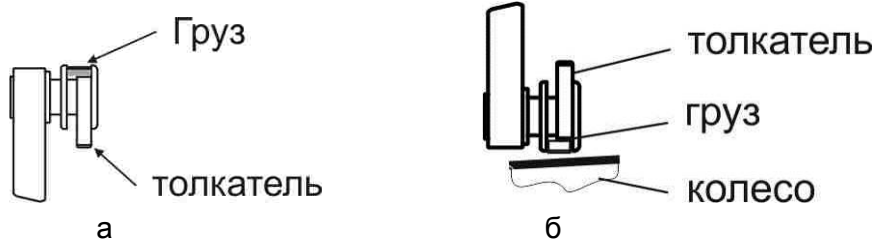

Рисунок 5.19 – Установка груза линейкой
*Повернув линейку в нижнее положение, выдвигать линейку, контролируя положение по шкале на экране, или до появления прерывистого звукового сигнала. Прижать линейку к поверхности колеса, рисунок 5.19 б. Нажав на толкатель, прижать груз к колесу и одновременно высвободить груз из зажима линейки. Вернуть линейку в исходное положение.*